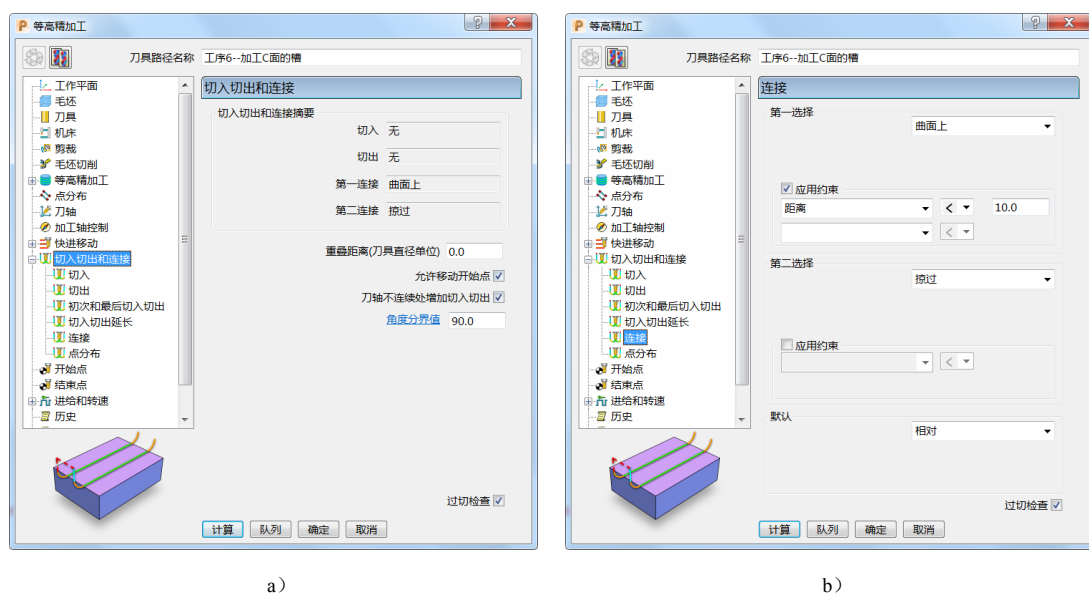

图 5-107
7) 切入切出和连接：切入“无”，切出“无”，第一连接“曲面上”，第二连接“掠过”，重叠距离（刀具直径单位）“0.0”，勾选“允许移动开始点”及“刀轴不连续处增加切入切出”，角度分界值“90.0”。(图 5-107)